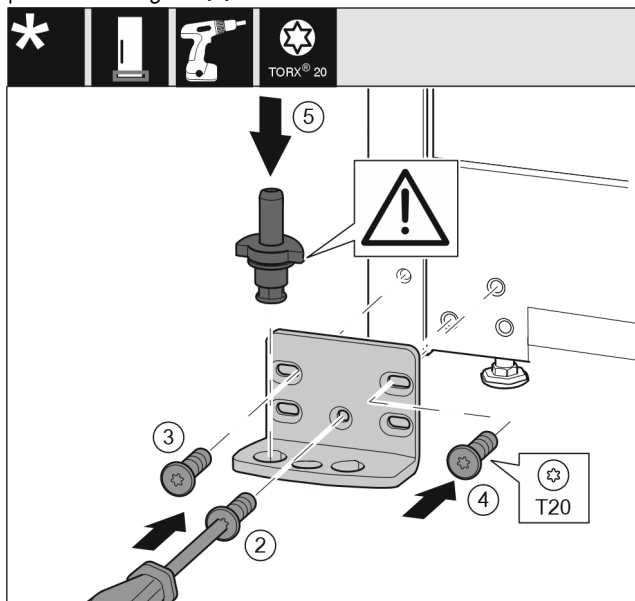

Fig. 20
- ▶ Applicare il blocco di supporto sull'altro lato e avvitare con un cacciavite T20. Iniziare dalla vite 2 in basso al centro. Fig. 20 (2)
- ▶ Serrare la vite 3 e 4. Fig. 20 (3,4)
- ▶ Inserire completamente il perno di supporto. Fare attenzione che la camma di arresto sia rivolta verso il lato posteriore. Fig. 20 (5)